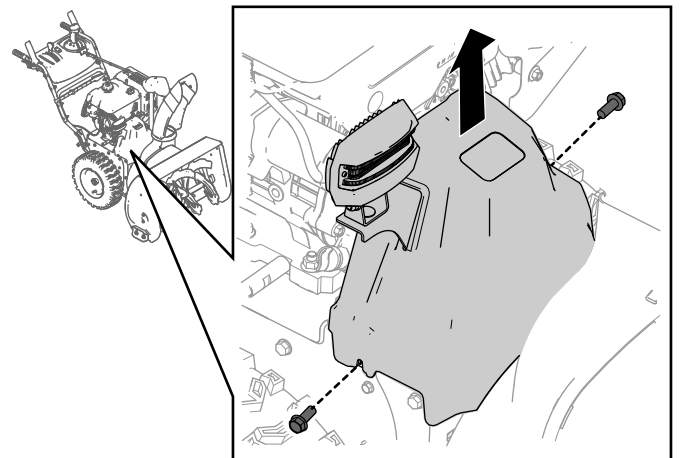

Bild 1
1. Entfernen Sie die beiden Schrauben, die die Riemenabdeckung halten (Bild 1).
2. Entfernen Sie die Riemenabdeckung (Bild 1).